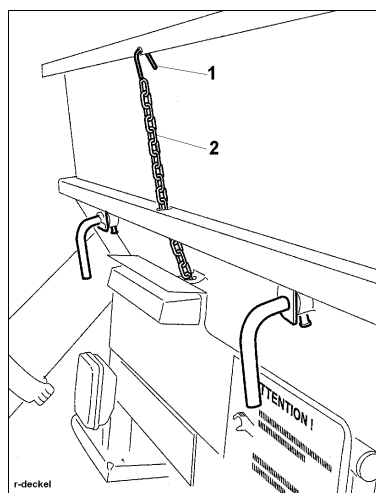
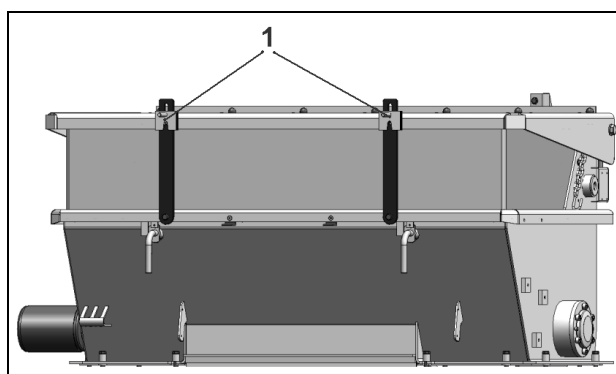

Fig. 1
Fig. 2
El dispositivo de seguridad (Fig. 1) está dimensionado de tal forma que, durante la aspiración atrás, la tapa se puede levantar un poco para reducir la presión. La sobrepresión va descargada por dispositivo de seguridad (Fig. 2) a través del borde trasero bajado de caucho de la tolva.
- Como equipo especial puede suministrarse un tubo de transporte con tapa de limpieza (Fig. 2).